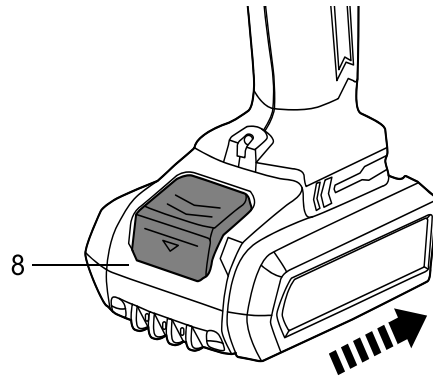

Fig. 5
- > Para colocar o conjunto de bateria no produto, alinhe o conjunto de bateria (8) com as ranhuras deslizantes do porto da bateria e deslize-o até encaixar na sua posição. Deverá ouvir um clique (Fig. 5).